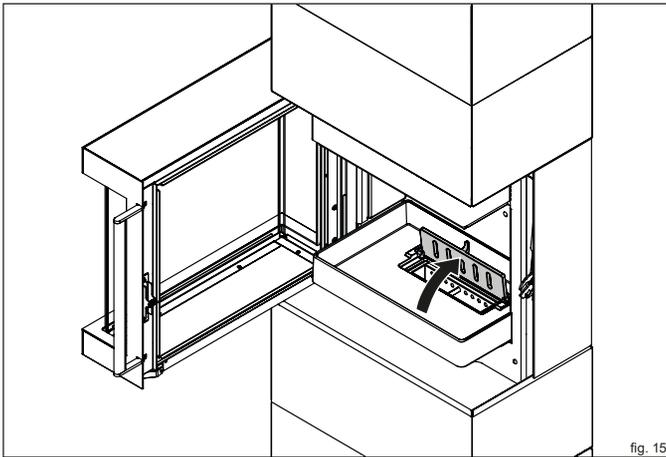

fig. 15
- ▶ **Aprire la griglia del cassetto cenere (fig. 15).**
- ▶ Aprite la griglia del cassetto cenere (fig. 15).